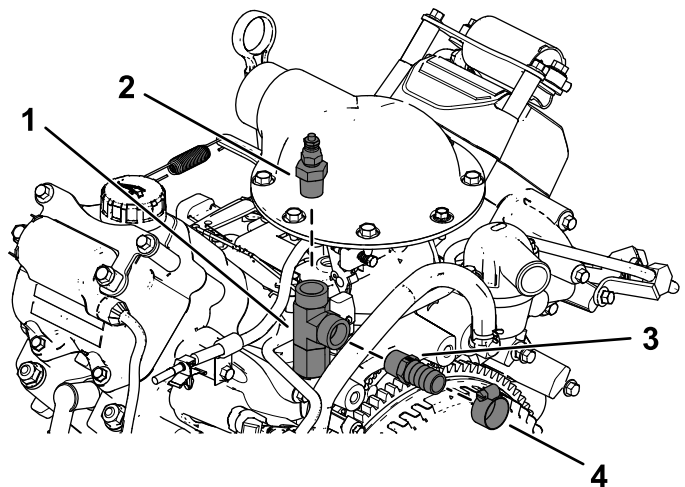

Figure 9
3. Installez le thermocontact ainsi que le flexible (3/8") et le raccord adaptateur (5/8") à l'aide des colliers comme illustré à la Figure 9.